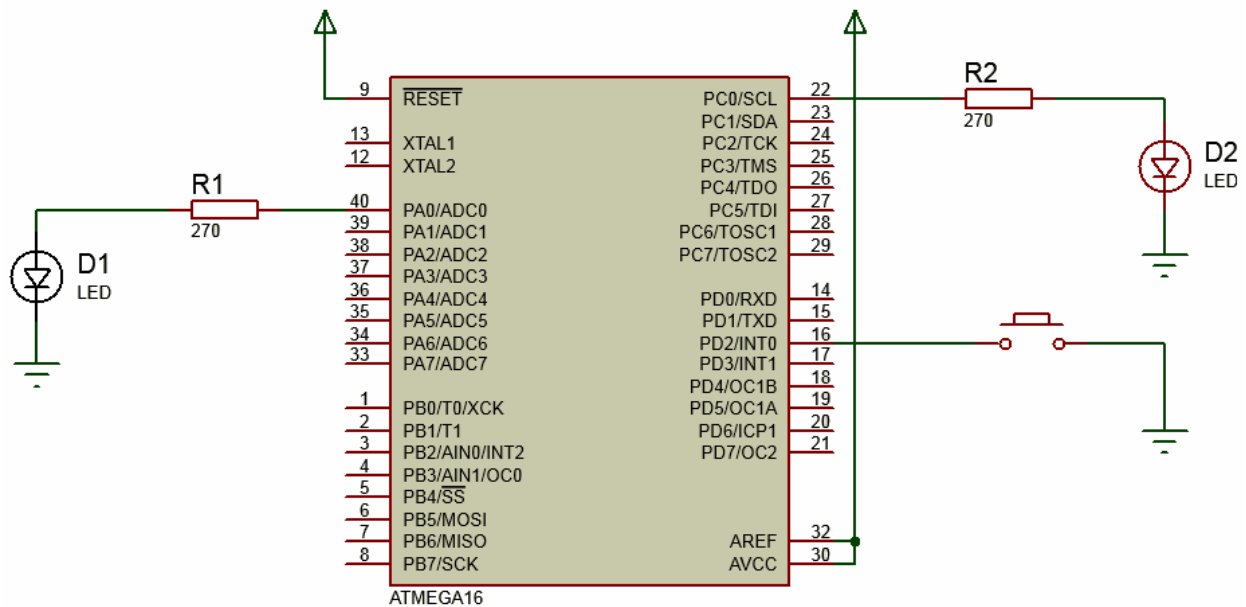

Рисунок 5.6 – Схема керування світлодіодами за перериванням INT0 від кнопки
Для схеми (рис. 5.6) скласти програму на C ++ для МК AVR ATmega16, що реалізує поперемінне перемикання стану двох світлодіодів за перериванням INT0 при натисканні кнопки (з усуненням «деренчання» контакту).
- 5.1. Скласти схему рис. 5.6 у середовищі Proteus.